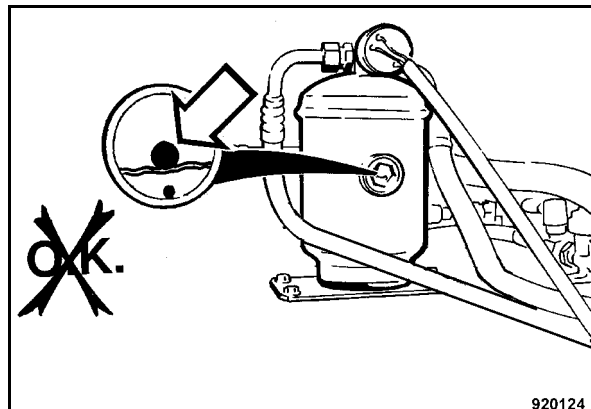

Fig. 174
- Si el flotador esférico blanco (Fig. 174) se encuentra abajo en el cristal de observación de la unidad secadora / colectora hay que informar el servicio posventa.